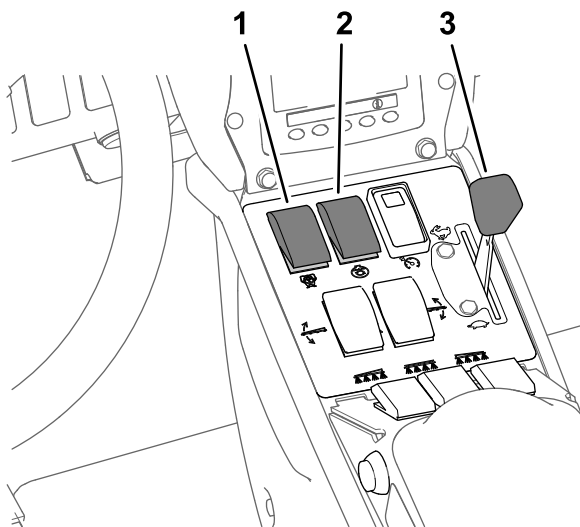

Рисунок 43
7. Установите переключатель насоса в положение ВКЛ (Рисунок 43).
8. Передвиньте рычаг дроссельной заслонки в положение БЫСТРО (Рисунок 43) и дайте двигателю поработать в течение 10 минут.
6. Установите переключатель перемешивания в положение ВЫКЛ и переведите рычаг дроссельной заслонки в положение БЫСТРО (Рисунок 43).